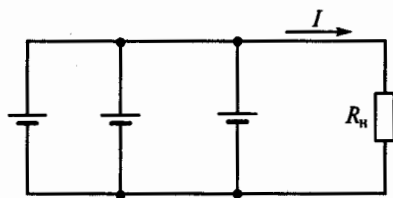

Рис. 7
**1.14.** Какой будет ток  $I$  в цепи батареи, образованной параллельным соединением трех одинаковых гальванических элементов (рис. 7) и питающей нагрузку с сопротивлением  $R_n = 14 \text{ Ом}$ , если ЭДС каждого гальванического элемента  $E = 1,5 \text{ В}$ , а внутреннее сопротивление  $R_0 = 3 \text{ Ом}$ ?